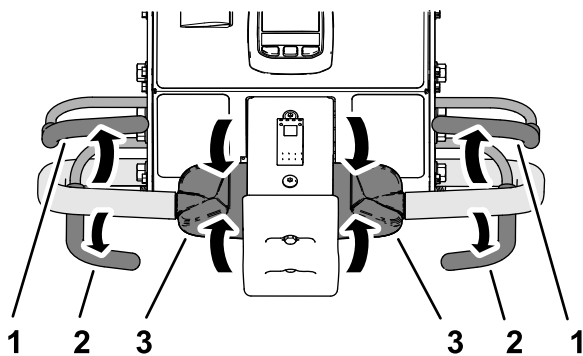

図 86
1. エアレーション中の場合はエアレーションベイル 図 86 から手を放してコアリングヘッドを上昇させる コアリングヘッドを上昇させるには (ページ 46) を参照。